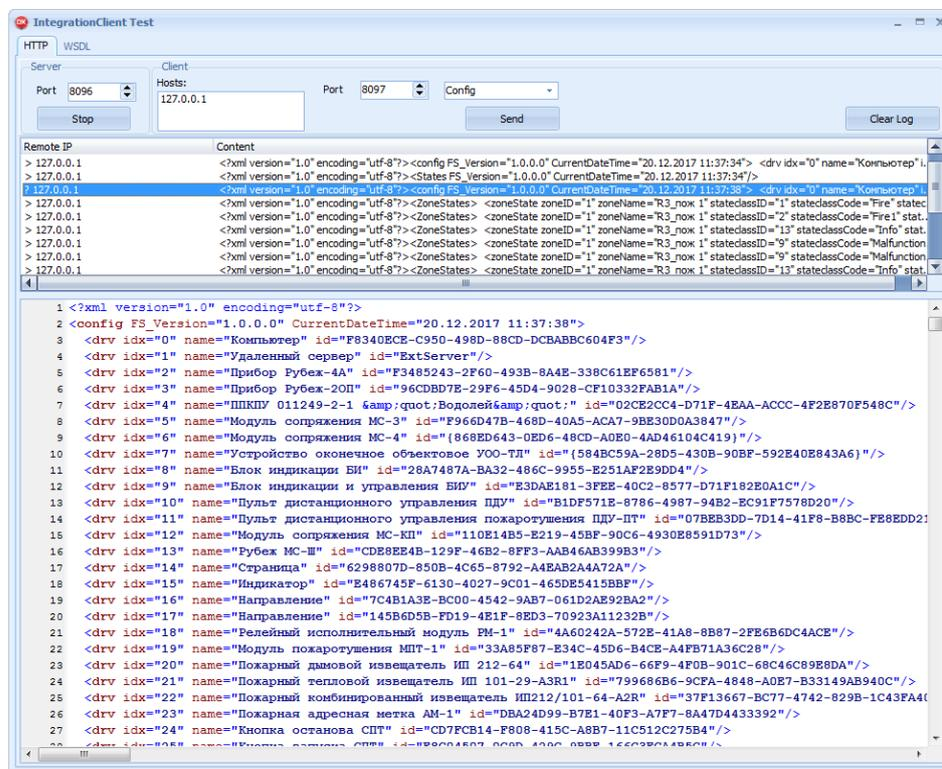

Рисунок 29.5 – Окно IntegrationClient Test, отображена информация из Integration Client
13) Если все сделано верно, то в окне IntegrationClient_Test отобразится информация из IntegrationClient (рисунок 29.5).